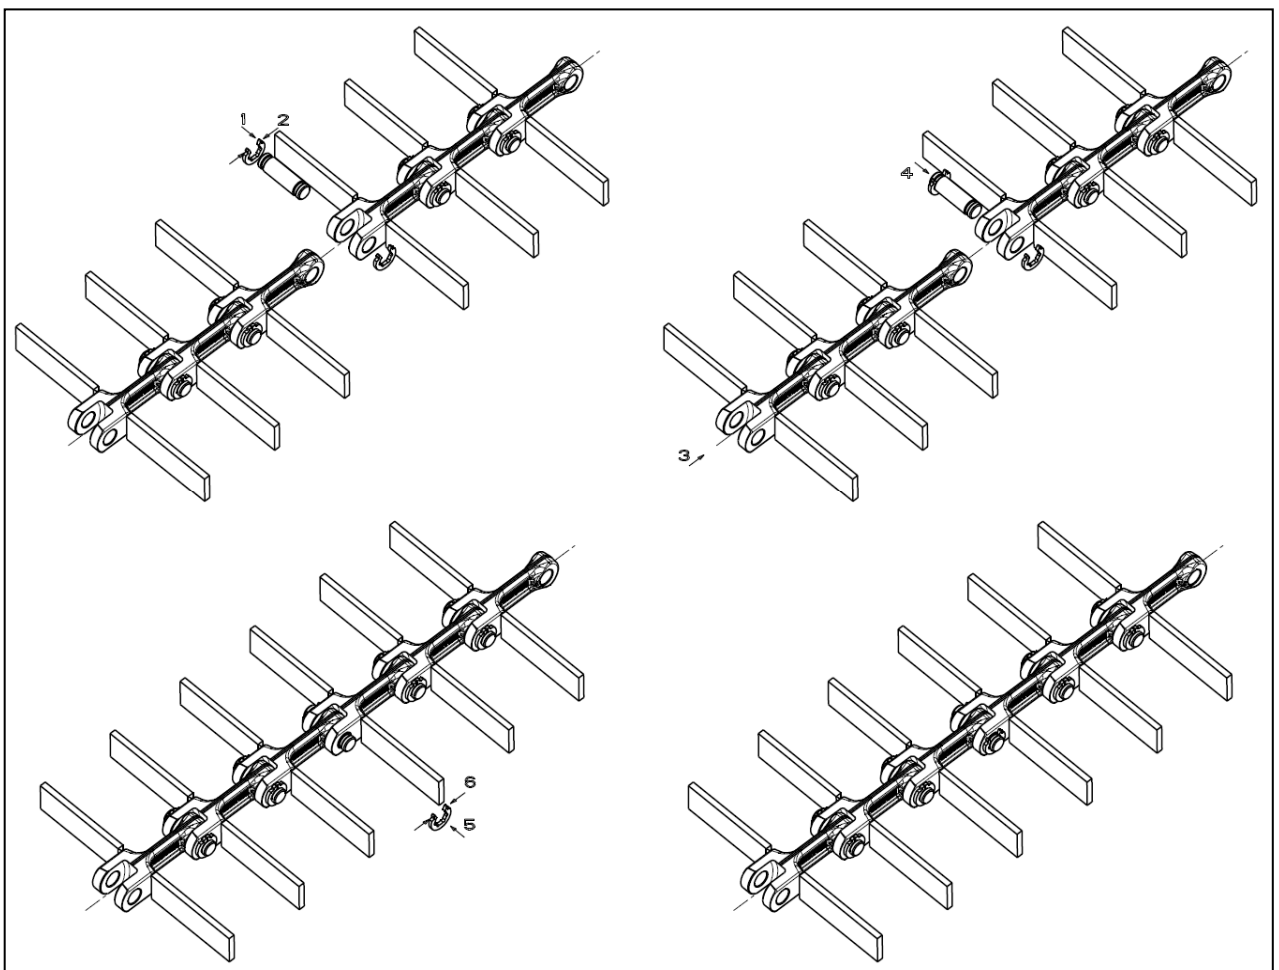

Bild 3
1. Kettenstränge in Längsachse zueinander auslegen (Bild 3).
2. 1ten Schließring auf Schließringbolzen aufstecken (1) und Schließen (2).
3. Kettenstränge zusammen schieben (3) und mit Schließringbolzen verbinden (4).
4. 2ten Schließring auf Schließringbolzen aufstecken (5) und Schließen (6).